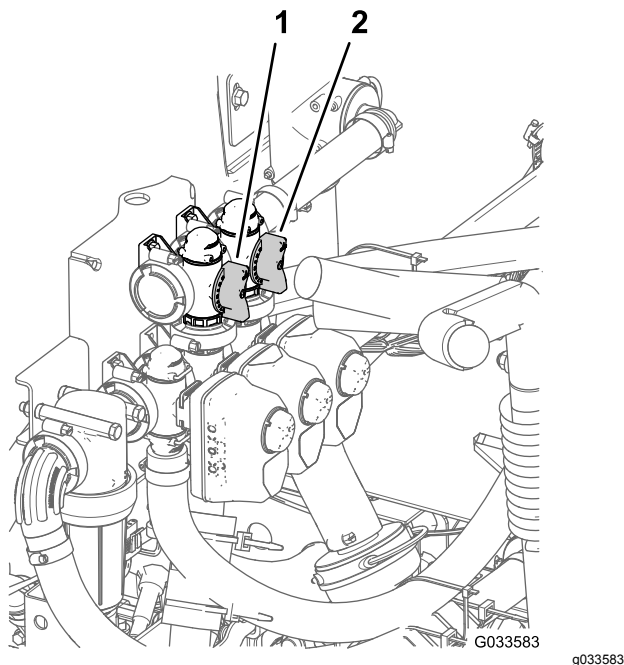

Figura 86
11. Ajuste a válvula de derivação de agitação (Figura 86) na parte posterior da válvula de agitação até que a pressão indicada no medidor seja 6,9 bar.
8. Ajuste o manípulo de distribuição principal das rampas para controlar a quantidade de agitação que ocorre no depósito (Figura 86)